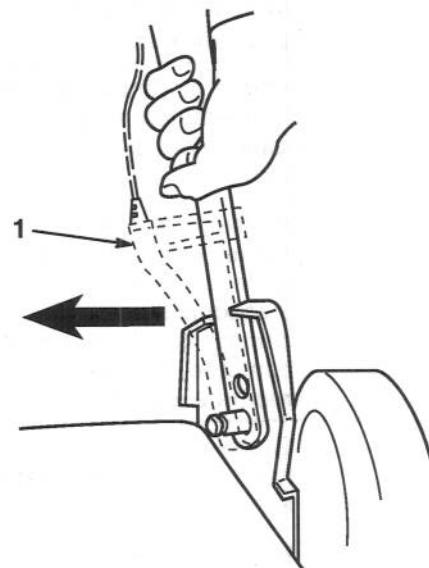

Figure 15
1. Lors du réglage de la hauteur de coupe, glisser l'ancrage de câble sur le guidon pour aligner le trou de cet ancrage sur le trou choisi du guidon. Engager les trous sur les goujons du support de guidon (Fig. 15).